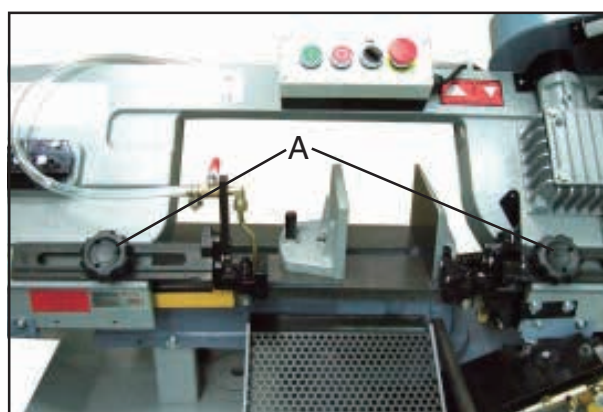

Fig. 6
2. Die Drehknöpfe (A, Fig. 6) lösen. Die Bandführungs-arme so nahe wie möglich ans Werkstück stellen.
3. Die Drehknöpfe (A) wieder festziehen. Den Netz-strom mittels Hauptschalter wieder zuschalten.